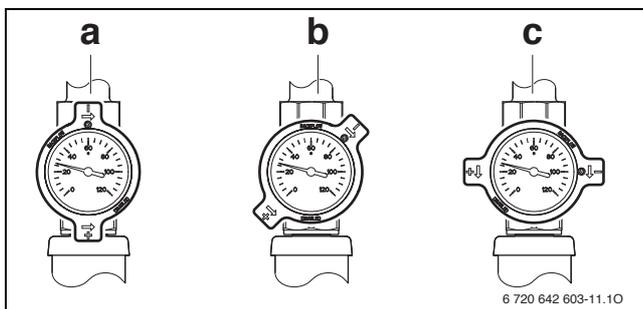

Fig. 21 Dispositivo de corte com válvula de retenção no retorno
- ▶ Purgar a instalação solar no purgador automático na bomba solar de alta eficiência (→ fig. 21, [3], página 17) e no purgador no telhado (caso exista) após várias horas de funcionamento da bomba solar de alta eficiência.